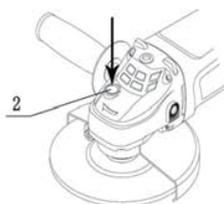

Рисунок 5
Д. С силой нажмите блокировочную кнопку шпинделя (2) и удостоверьтесь, что шпindelь неподвижен. Затем, пока нажата блокировка шпинделя, отверткой затяните внешний фланец по часовой стрелке (13). (Рисунок 5).